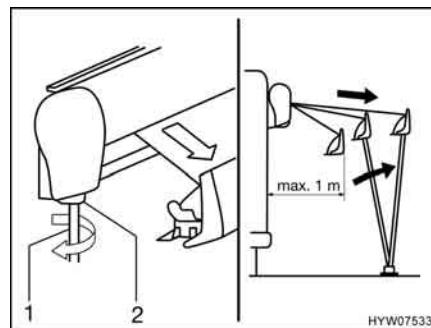

Fig. 22 Estrazione della tenda
- Inserire la manovella (Fig. 22,1) nel supporto a baionetta (Fig. 22,2) della tenda e girarla in senso antiorario.